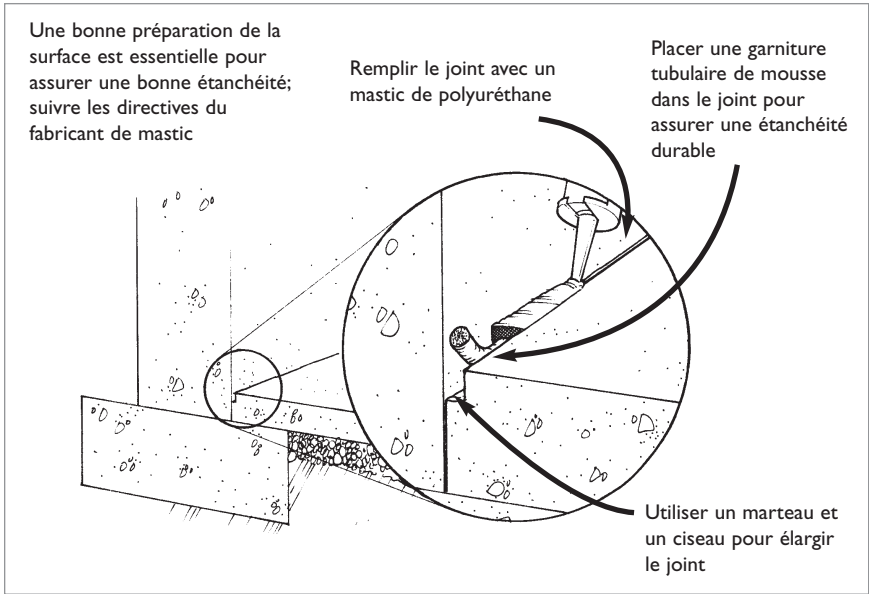
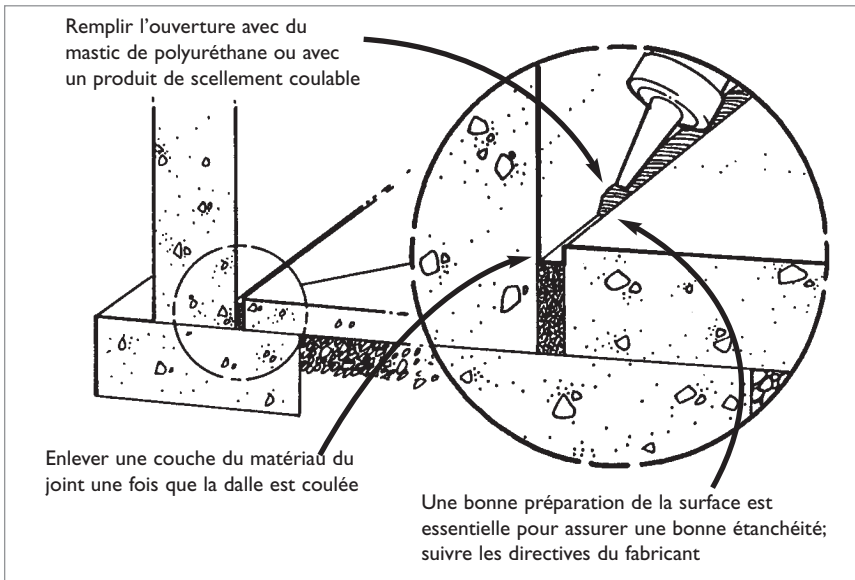

Figure 13 : Obturation des joints des murs de fondation et des planchers du sous-sol
Figure 16 : Obturer la jonction entre le mur de fondation et le plancher du sous-sol dans les constructions neuves
S'il est à votre portée, le joint entre le mur de fondation et le plancher du sous-sol doit être scellé (*voir* la Figure 13). Les ouvertures aménagées dans les murs et planchers pour le passage des services (par exemple : câbles électriques, canalisations d'eau, d'égout, de gaz naturel et de mazout) peuvent être colmatées de la même façon.
- Sceller la jonction du plancher et des murs du sous-sol. On peut éliminer cette source potentielle d'infiltration de diverses façons (*voir* la Figure 13, page 25, et la Figure 16, page 28). Il est essentiel de bien préparer les surfaces à calfeutrer si l'on veut obtenir un résultat efficace et durable.